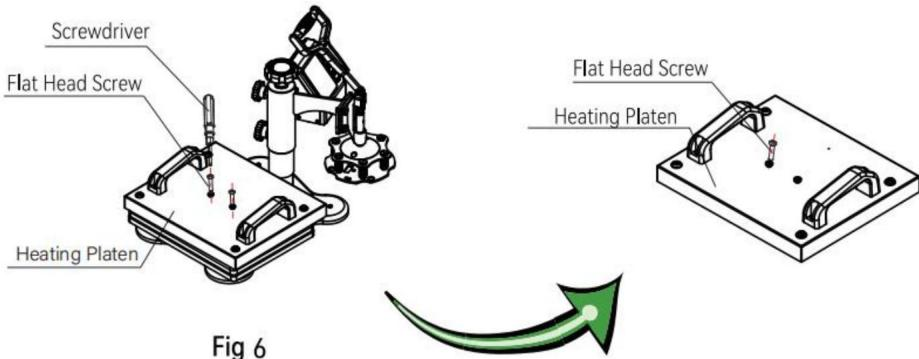

Fig 6
5. Legen Sie die Druckplatte flach auf die Heizplatte und richten Sie sie an der Öffnung aus. Nehmen Sie 4 Dickkopfschrauben und ziehen Sie diese mit einem Schraubendreher fest. Nehmen Sie zwei Linsenkopfschrauben und befestigen Sie sie im Loch in der Mitte der Druckplatte. Befestigen Sie die Linsenkopfschrauben zu diesem Zeitpunkt noch nicht: Behalten Sie 5–7 mm für den nächsten Installationsschritt (siehe Abbildung 6).